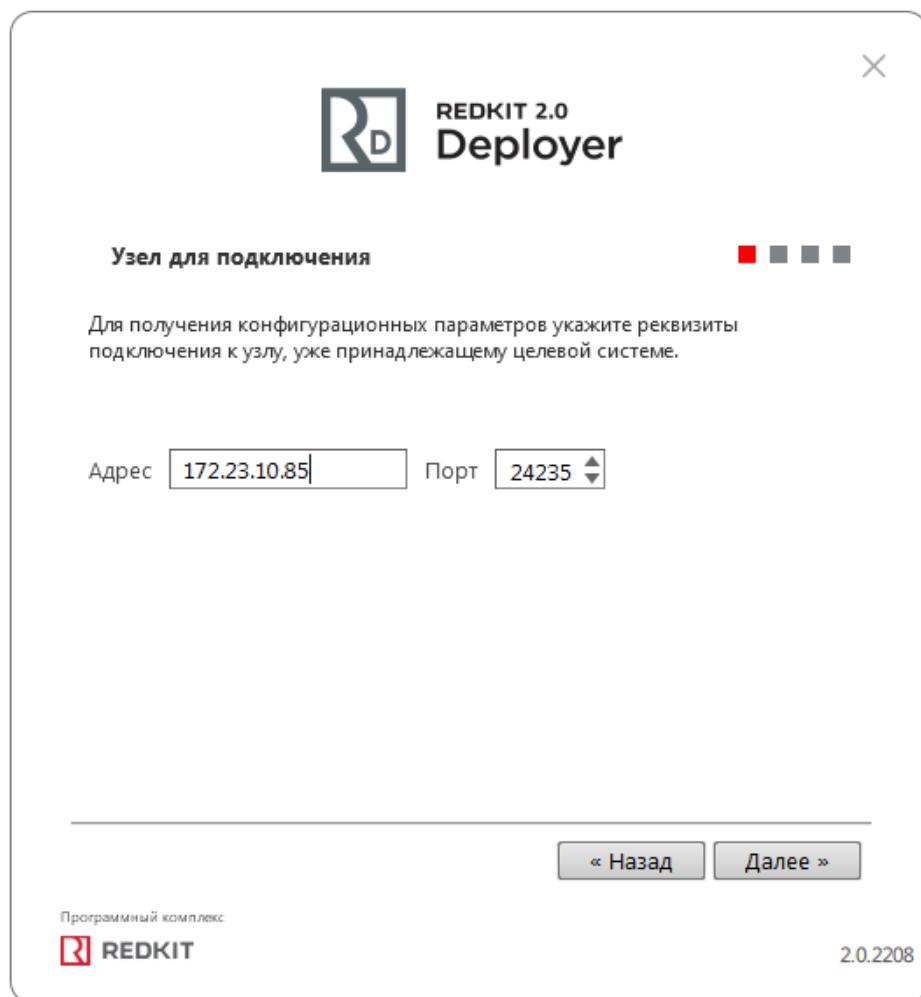

Рисунок 88 - Узел для подключения
4. Укажите IP-адрес основного сервера и оставьте порт по умолчанию (Рисунок 88). Нажмите **Далее**.